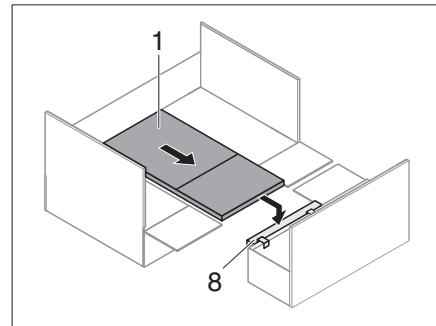

Bild 200 Tisch auf Bettkasten-Auflage
- Bettkasten-Auflage (Bild 200,8) einhängen.
- Einhängetisch (Bild 200,1) ausziehen und auf eingehängter Bettkasten-Auflage (Bild 200,8) positionieren.